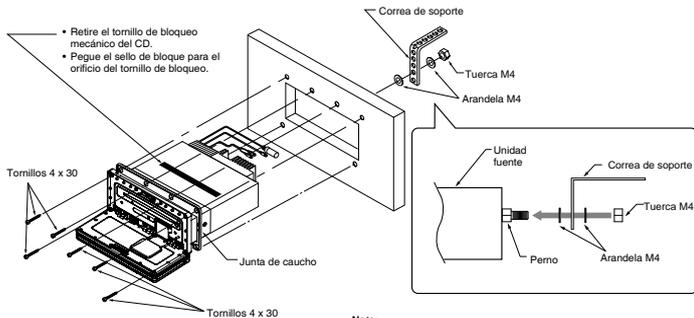

Figura 5
1. Inserte la unidad fuente en el orificio recortado hasta el final. (Figura 5)
2. Use los tornillos incluidos (4 x 30) para asegurar la unidad fuente. (Figura 5)
3. Use la correa de soporte para fijar la unidad fuente en la parte trasera de la tuerca M4 suministrada. (Figura 5)